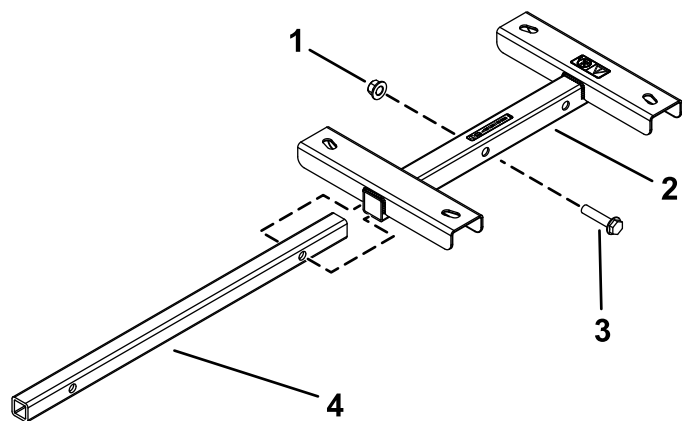

Figura 4
- Instale el tubo de montaje en el soporte del carrete de manguera hasta que los taladros del tubo queden alineados con los taladros delanteros del soporte del carrete (Figura 4).
- Sujete el tubo de montaje al soporte del carrete de manguera con el tornillo de cabeza hexagonal ($\frac{1}{2}$ " x 2 $\frac{1}{4}$ ") y la contratuerca ($\frac{1}{2}$ "), según se muestra en Figura 4.